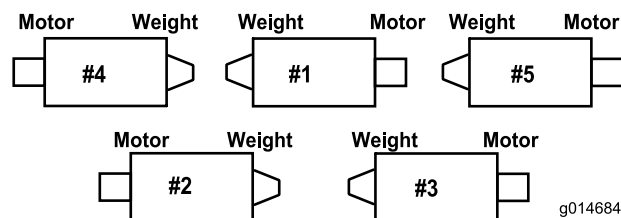

**Figura 5**
- C. Monte o parafuso no tubo da mola no separador oposto na estrutura de suporte e prenda com a porca flangeada. A cabeça do parafuso deve ser colocada no lado de fora do separador conforme ilustrado na Figura 5.
- D. Monte o suporte da barra nos separadores da unidade de corte com os parafusos de carroçaria e as porcas (Figura 5).